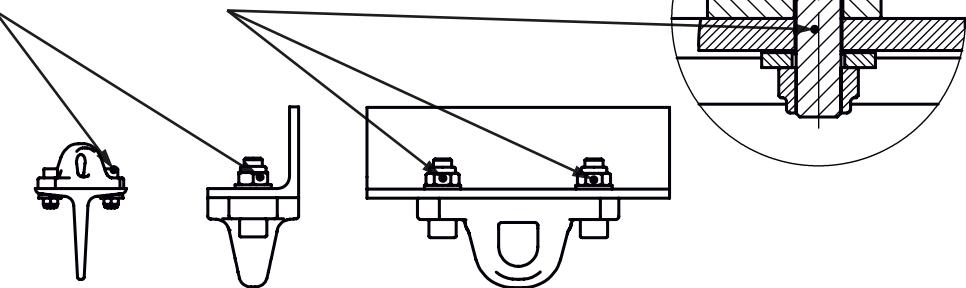

Рис. 4
- Установка анкерной точки должна производиться в соответствии с правилами выполнения механических и строительных соединений. Для соединения следует использовать болтовые элементы M12, изготовленные из нержавеющей стали класса не меньше A2/70. Длину болтов следует подбирать в соответствии с толщиной соединяемых элементов (примеры монтажа – рис. 4).